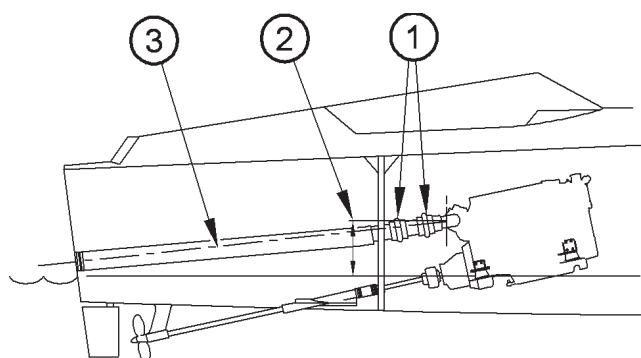

Figura 3
È necessario prestare la dovuta considerazione al fine di garantire flessibilità al tubo flessibile di scarico, in particolare se il motore ha un montaggio elastico. Nel caso in cui il tubo flessibile di scarico debba passare attraverso una paratia immediatamente dietro il motore, è preferibile adottare la disposizione illustrata nella figura 3, utilizzando soffietti in gomma (1) per garantire flessibilità.